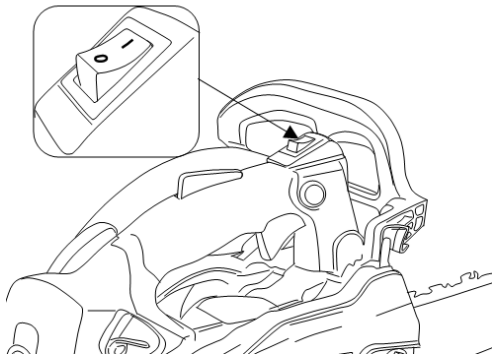

Abb. 13
2) Bringen Sie den Schalter „I“ in die obere Stellung (Abb. 13).